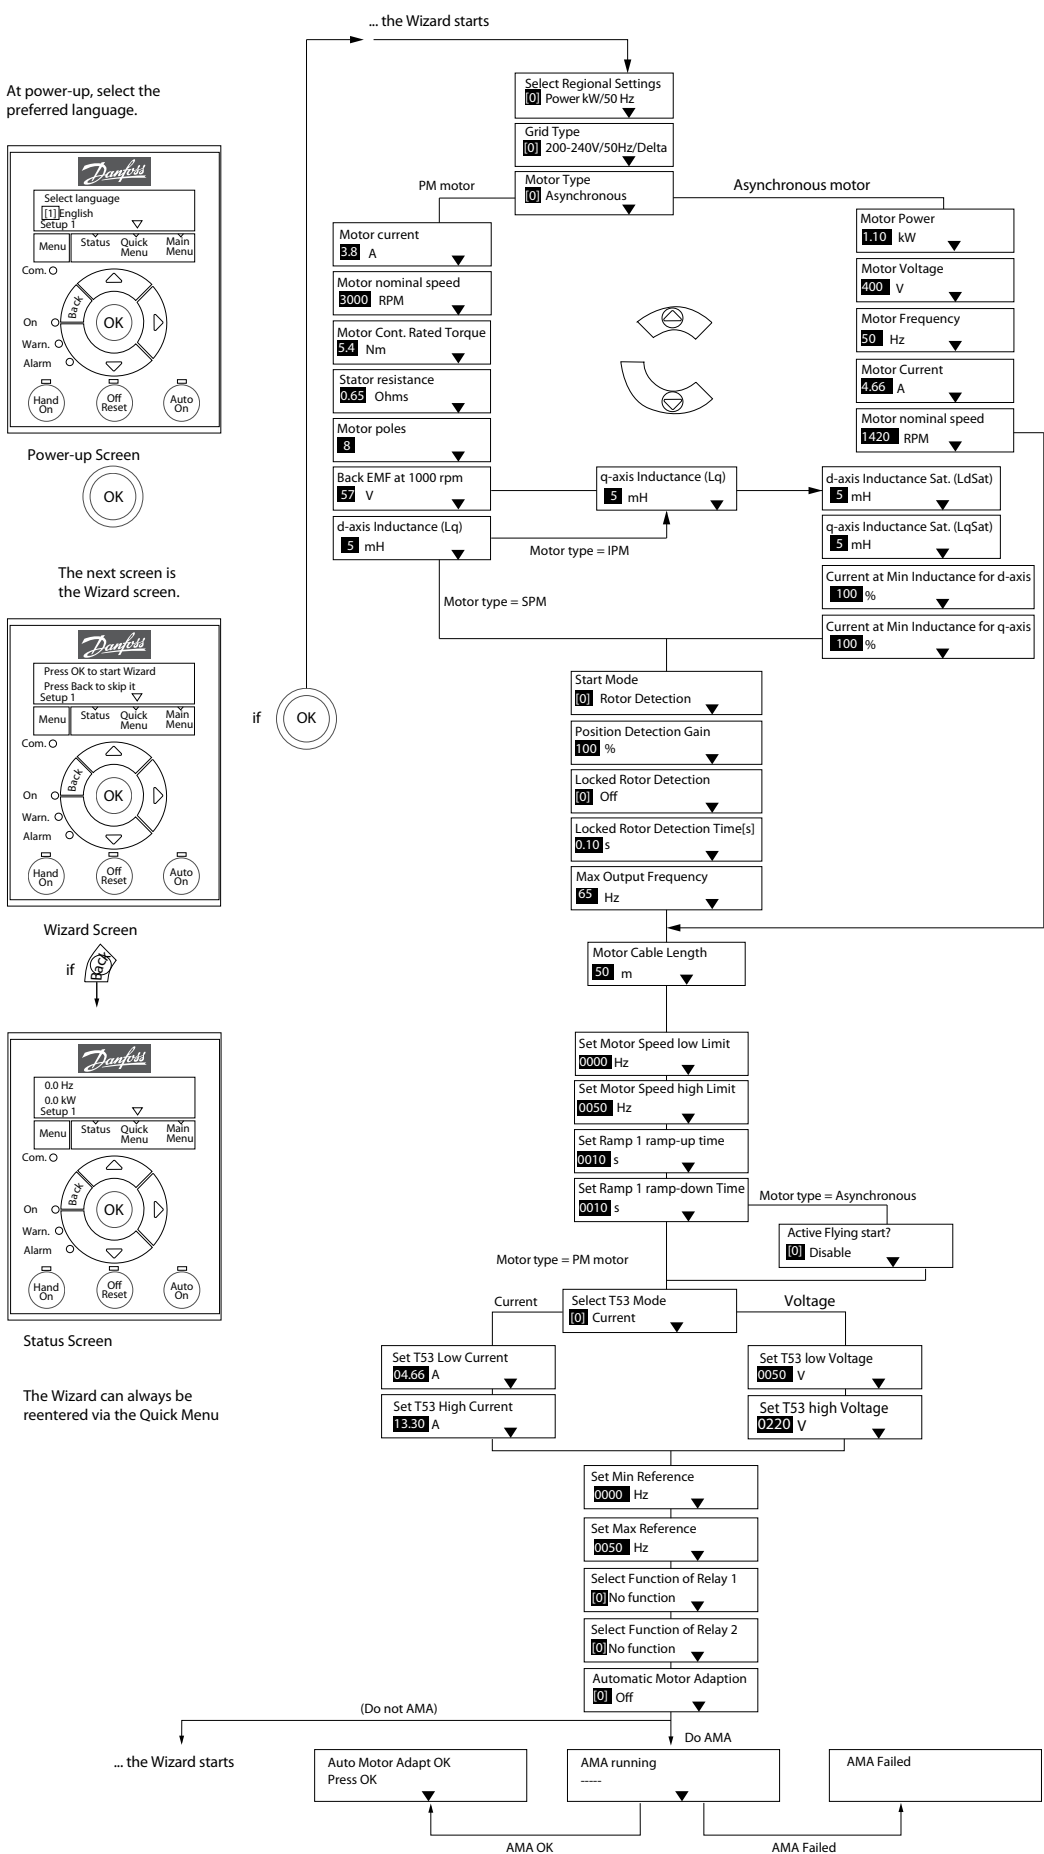

Bild 6.4 Konfigurationsguide för tillämpningar utan återkoppling
- Guide för tillämpningar utan återkoppling. Mer information finns i *Bild 6.4*.